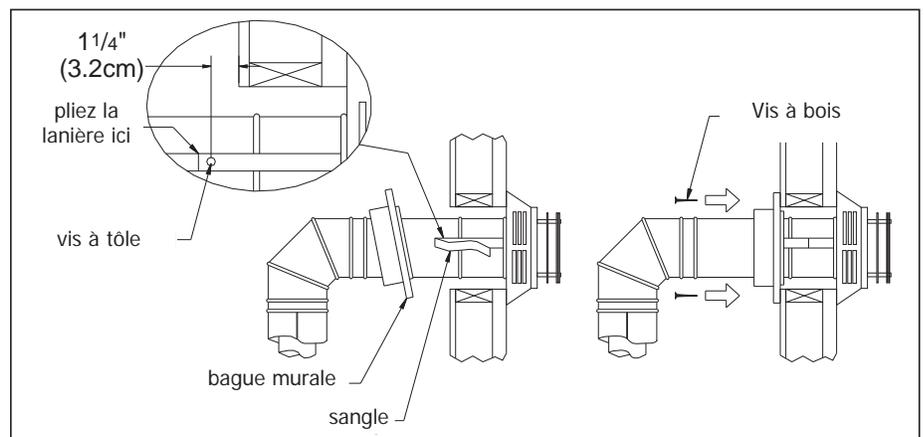

Figure 32: l'installation de coupe-feu mural décoratif
6. Faites glisser l'ensemble de l'appareil et de l'évent vers le mur, en insérant soigneusement le tuyau d'évent dans l'ensemble du capuchon. Il est important que le tuyau d'évent s'étende dans le capuchon d'évent sur une distance suffisante avec un chevauchement minimum de 1 1/4 po (3,2 cm). Fixez la connexion entre le tuyau du capuchon d'évent et le capuchon d'évent en attachant les deux sangles en tôle s'étendant de l'assemblage du capuchon d'évent dans la paroi extérieure du tuyau d'évent. Utilisez les deux vis à tôle fournies pour connecter les sangles au tuyau d'évent. Repliez toute partie restante des bandes de tôle vers le capuchon d'évent, de sorte que le coupe-feu mural décoratif la dissimule (voir l'image de gauche à la Figure 32).